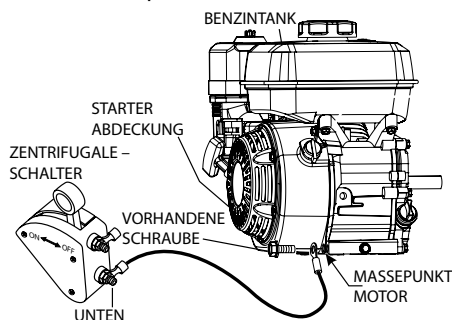

Abbildung 9. Massepunkt des Motors
2. Entfernen Sie die vorhandene untere Befestigungsschraube an der Abdeckung des Anlassers (Abbildung 9) und verbinden Sie das untere Kabel des Fliehkraftnotauschalters mit diesem Massepunkt des Motors.